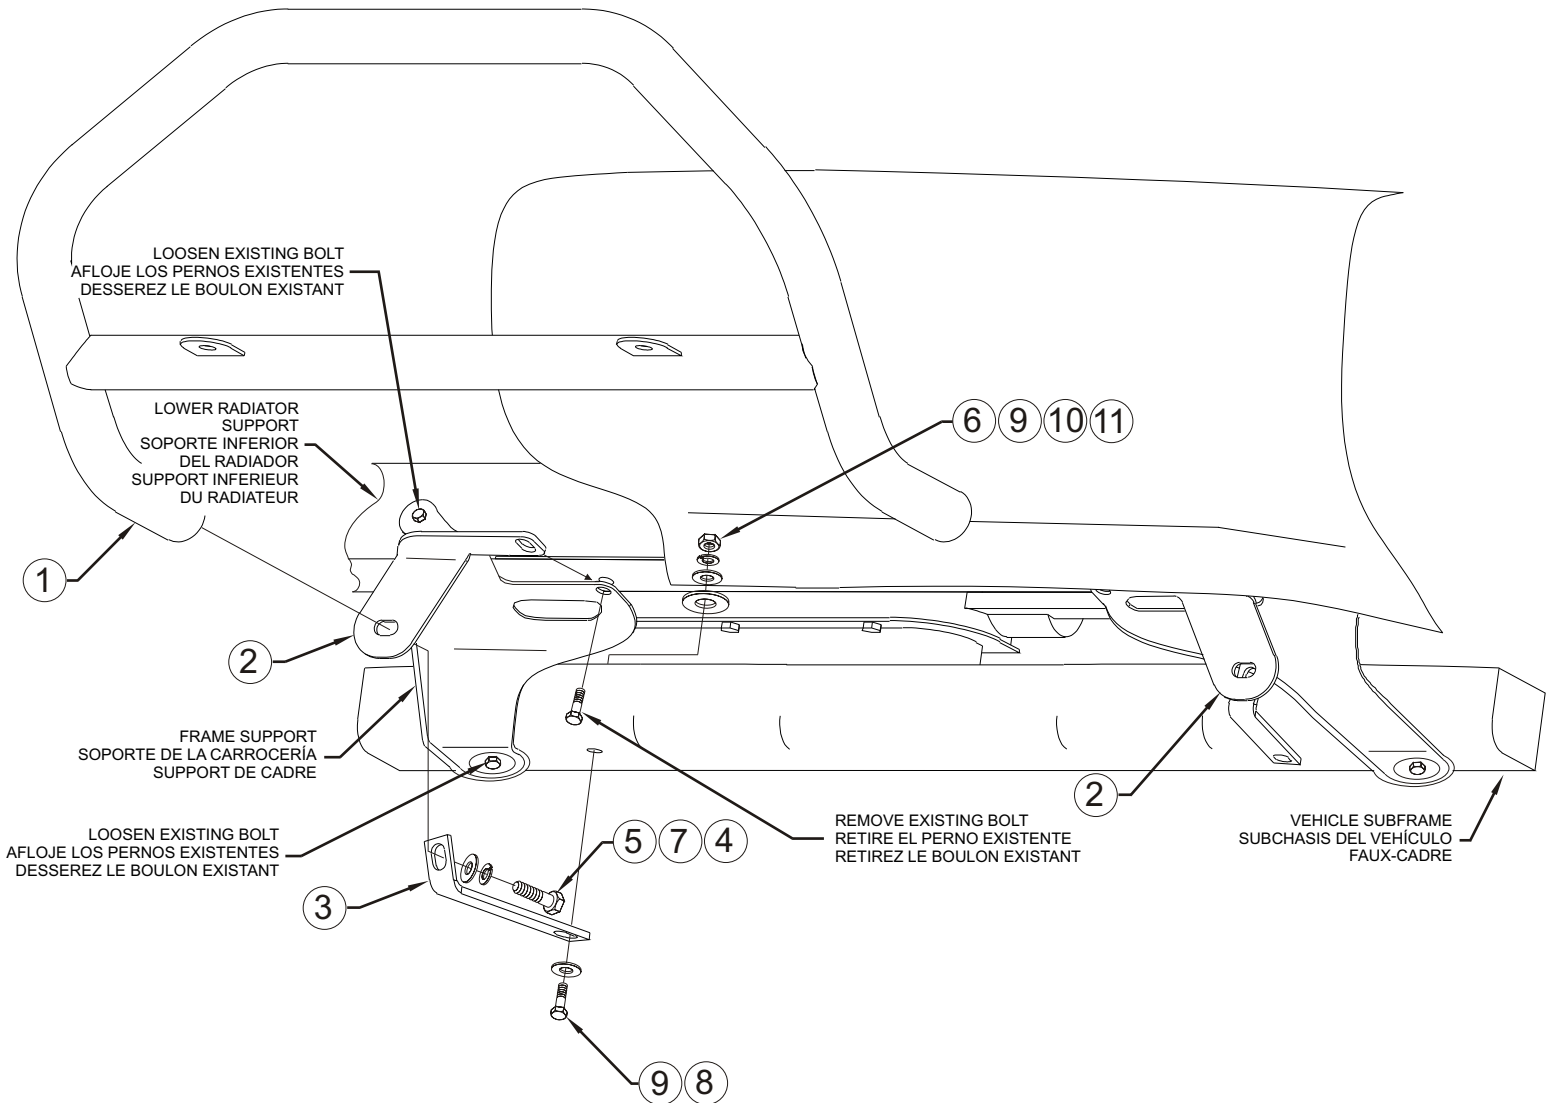

FIGURE 1 FIGURA 1 FIGURE 1
loosen body to sub-frame mounting bolt. **DO NOT REMOVE THESE BOLTS. SEE FIGURE 1 .**
- ETAPE 3. Retirez les boulons (8) et les dispositifs de retenue pousseurs (2) du bouclier inférieur. Retirez le bouclier de plastique afin d'accéder aux emplacements de montage.
- ETAPE 4. Situez et retirez le boulon 10mm du support inférieur du radiateur. Desserrez le boulon 10mm du support inférieur du radiateur et desserrez le boulon de montage reliant le faux-cadre à la carrosserie. **NE PAS ENLEVER CES BOULONS. VOIR FIGURE 1.**